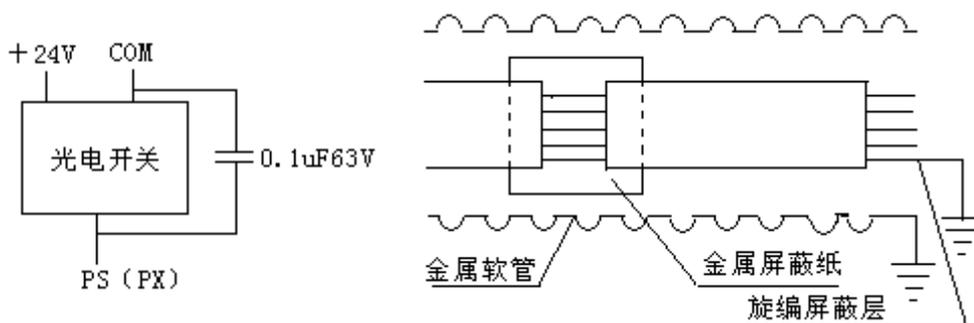

图 8.6 电容连接示意图
- ① 将安装孔周围阴影部位油漆全部括去，使光电开关金属外壳通过螺栓、支架、轿顶接地良好；如果括去油漆后在安装螺栓下面压一根接地线，连到轿顶接线箱接地桩头上，效果更佳；
- ② 光电开关最好用屏蔽线缆连到轿顶接线箱，并且将屏蔽层接地；
- ③ 光电开关最好用常开开关，可大大降低光电开关本身受干扰的程度。
- ④ 如果运行时光电开关有闪烁现象而导致电梯运行或平层有所异常，可能是受干扰，这时可在光电开关的 COM 与 PS（或 PX）之间连接一个  $0.1\mu\text{F}63\text{V}$  的电容。（见下图 8.6）